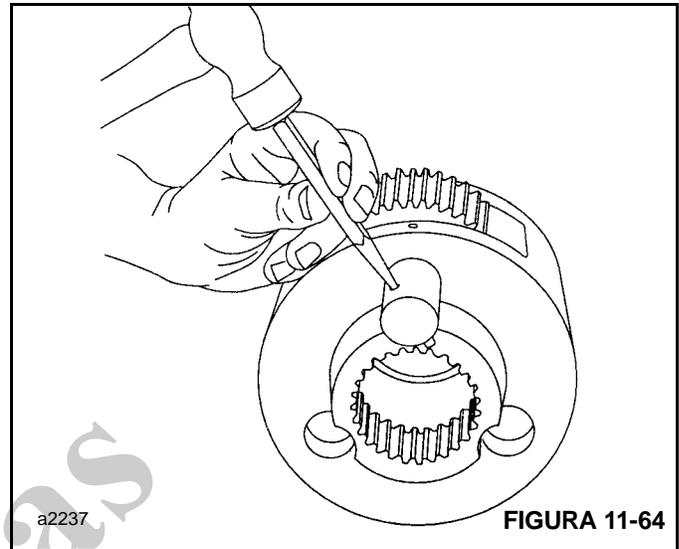

FIGURA 11-64
2. Use um punção (Figura 11-64) para forçar os pinos elásticos para fora dos eixos planetários. Não reutilize os pinos elásticos.